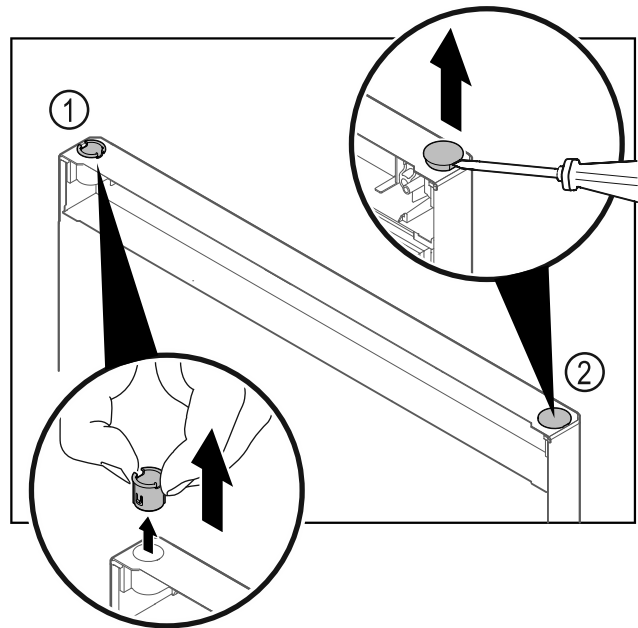

Fig. 23
- ▶ Wyjąć palcami tuleję zawiasu Fig. 23 (1).
- ▶ Zatyczkę osłonki Fig. 23 (2) ostrożnie podważyć przy pomocy śrubokręta płaskiego i wyjąć.